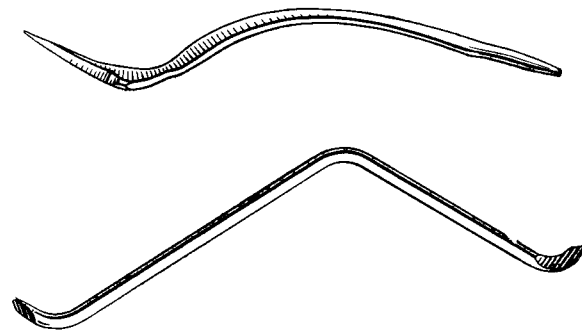

Рис. 19. Крючок для расширения трещин в деке до стандартного угла и нож для работы под рамой
12) Крючок для расширения до стандартного угла трещин в деке (см. рис. 19).